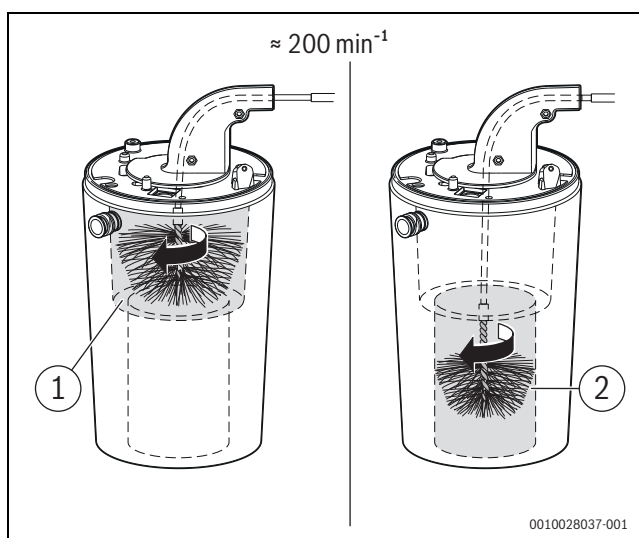

Bild 69 Wärmeblock reinigen ($\approx 200 \text{ min}^{-1}$, nur Rechtslauf)
- Mit kleiner Bürste für den unteren Bereich wiederholen (→ Bild 69, [2]).